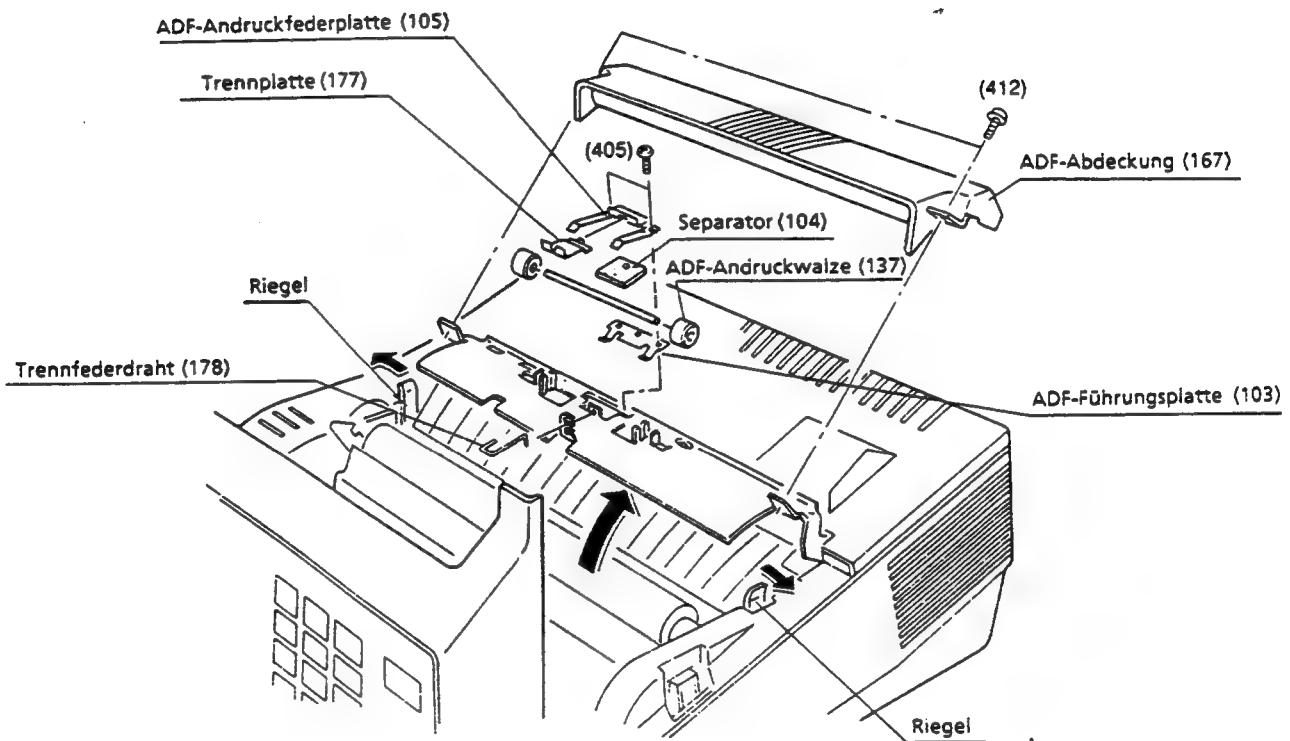

Abbildung 4.3.6
- (1) Entfernen Sie die ADF-Abdeckung (167). Siehe Abbildung 4.3.6.
- (2) Zur Änderung der Trennkraft verschieben Sie den Stab senkrecht und legen ihn in die gewünschte Kerbposition ein, wobei Sie ihn leicht nach rechts verschieben, indem Sie die Spitze des Stabs mit Ihren Fingern anfassen.
- (3) Justieren Sie die Stabposition für Einzel- oder Doppelblatt einzug.